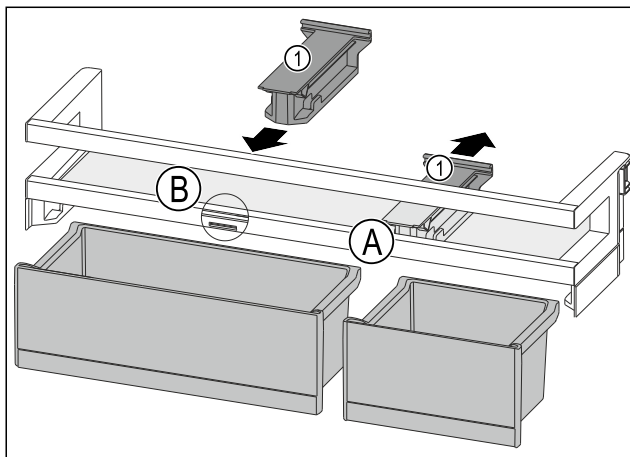

Fig. 128
- Tirare l'elemento di tenuta Fig. 128 (1) all'indietro per portarlo in posizione Fig. 128 (A).
- Inserire l'elemento di tenuta Fig. 128 (1) in posizione Fig. 128 (B).